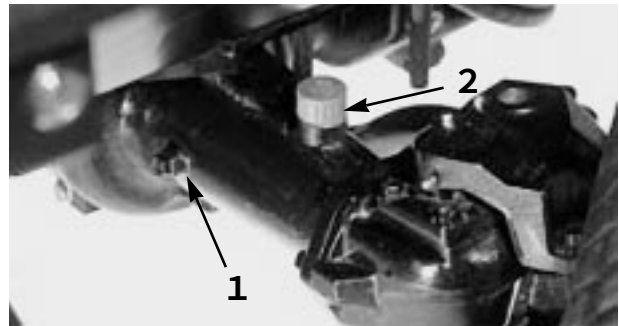

図 11
2. アクスルの一方の端部から点検用プラグ（図11）を抜き、穴の高さまで潤滑油があることを確認する。量が不足の場合は、給油プラグ（図11）をはずして補給する。